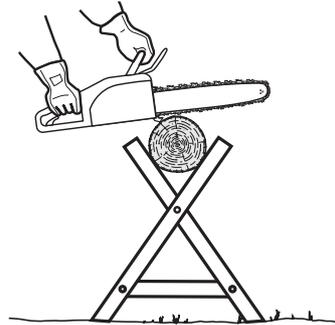

Fig. 44
- > Poser les troncs de petite taille sur un établi ou sur un autre tronc pour tronçonner (Fig. 44).